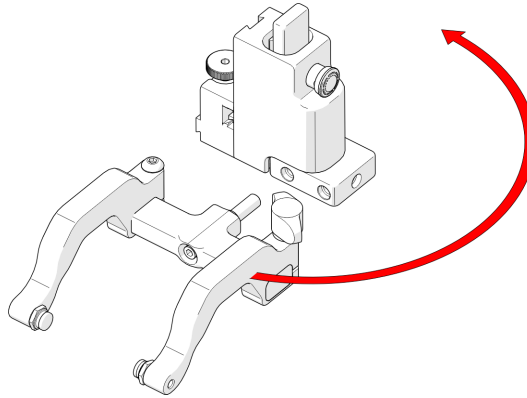

Abbildung 2-111 Ausrichtung auf die gegenüberliegende Seite
2. Positionieren Sie den Bügel und die Arme auf der gegenüberliegenden Seite des Prüfkopfhalters (siehe Abbildung 2-111 auf Seite 120).